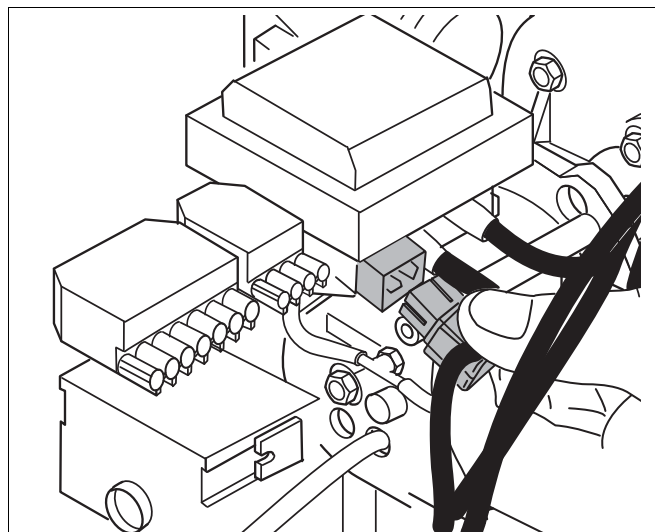

Рис. 44 Выньте штекер из запального трансформатора
- Выньте штекер из запального трансформатора (рис. 44).
- Вставьте штекер в запальный трансформатор (рис. 44, стр. 45).